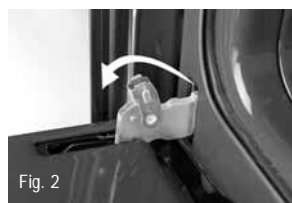

Fig. 2
2. Sollevare le due levette di arresto e spingerle in avanti fino al fermo (vedere fig. 2).